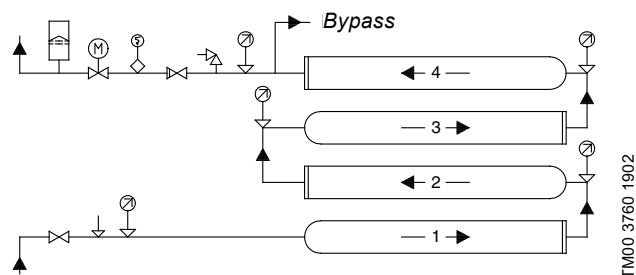

Fig. 6 Sistema de aumento de presión con cuatro módulos conectados en serie, montados uno encima del otro
- En el caso de los módulos conectados en serie, montados uno encima del otro, se recomienda conectar las tuberías como se muestra en la fig. 6.